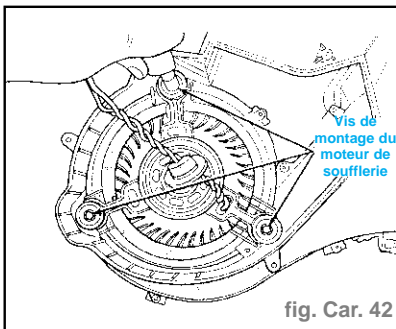

fig. Car. 42
- Déposer les vis de montage du moteur de soufflerie (fig. Car. 42).